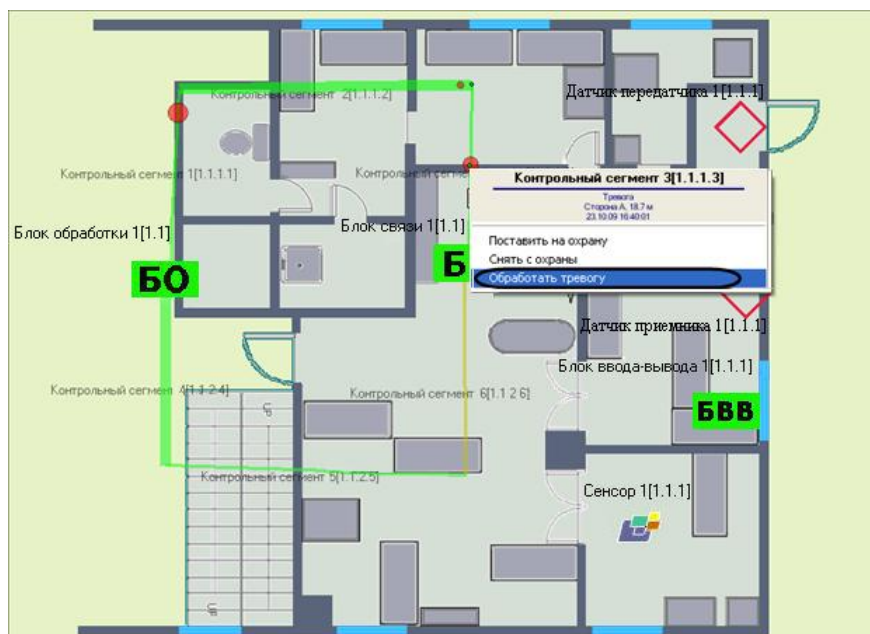

Рис. 3.2-2. Обработка тревожного события
1. Щелкнуть правой кнопкой мыши по месту возникновения тревоги (Рис. 3.2-2).
2. В появившемся контекстном меню выбрать пункт **Обработать тревогу** (Рис. 3.2-2).